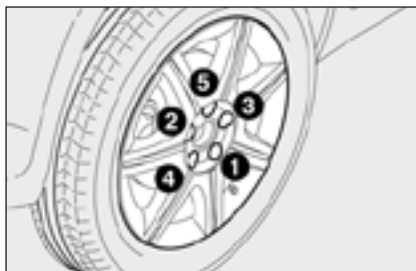

рис. 10
- ☐ Гаечным ключом полностью затяните болты, как показано на рис. 10;